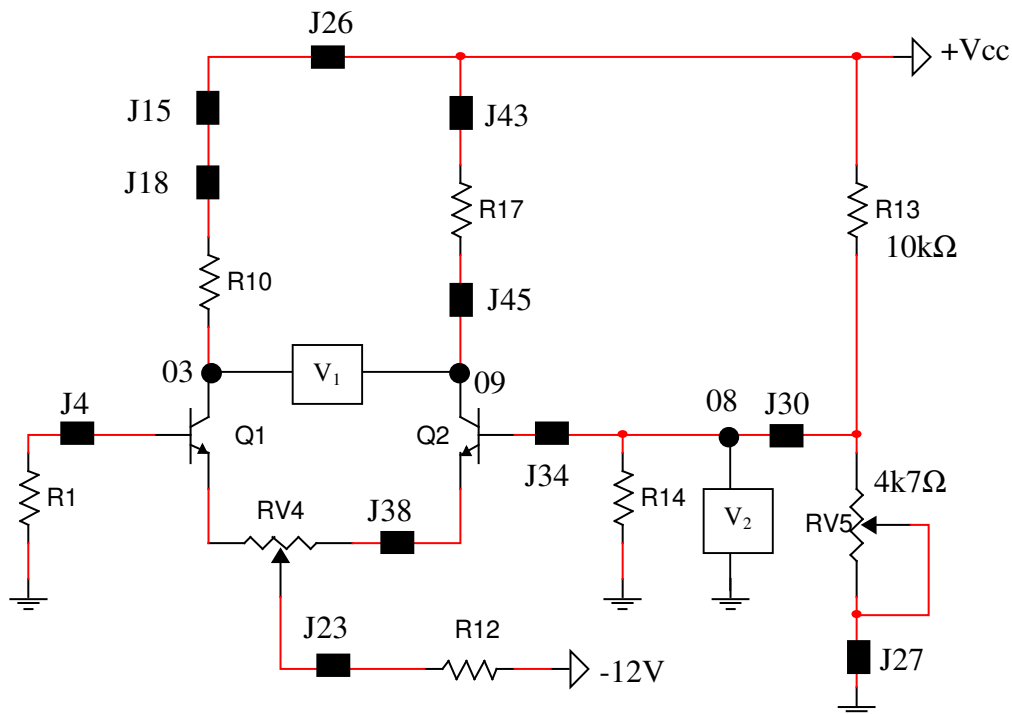

Figura 2 - Montagem do amplificador diferencial na configuração terminação simples
2.1 Montar o circuito mostrado na figura 2.